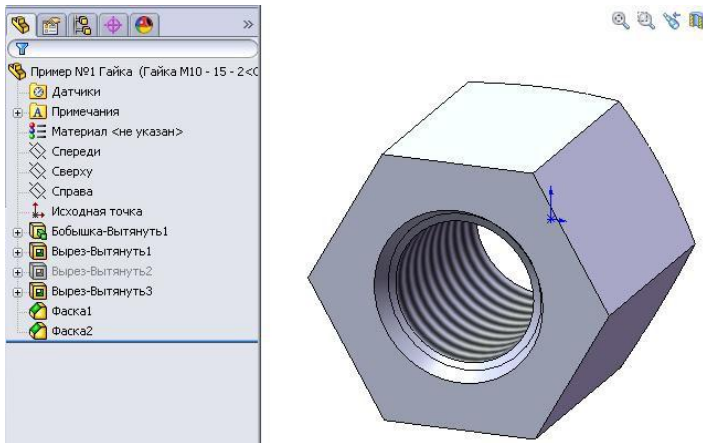

Рисунок 8.21 - Оновлена конфігурація
4. Погасимо елемент **«Вырез-Вытянуть2»**, для чого виділимо його в дереві конструювання, клацнемо правою кнопкою миші й у контекстному меню що з'явилося, активізуємо команду - **«Погасить»**. У результаті рядок **«Вырез-Вытянуть2»** згасне, а з конструкції деталі цей елемент зникне (рис. 8.21).